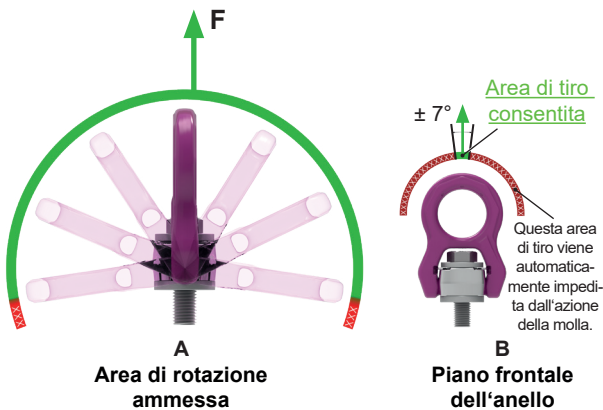

Fig. 5: *
* La Fig. 5 mostra il design dell'ACP da M8 a M30 e anche quello da 1/2" a 1 1/4". Le aree di carico ammesse valgono sia per gli ACP M36-M100 e anche per quelli 1 1/2"-4".
La molla evita che l'anello di carico occupi la posizione tratteggiata indicata in Fig. 10. In questo modo si impedisce la sollecitazione "trasversale sull'anello stesso" (vedi punto 3.3.1 Fig. 5) perché vietata.